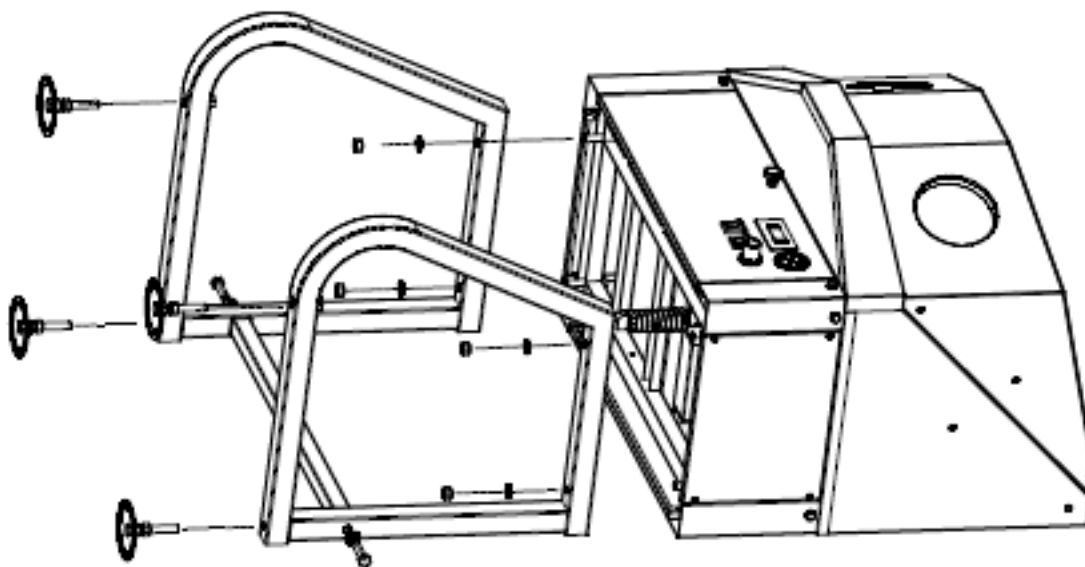

Рис. 2. Сборка камеры
- 3.1. Сборка производится согласно чертежу Рис.2 .